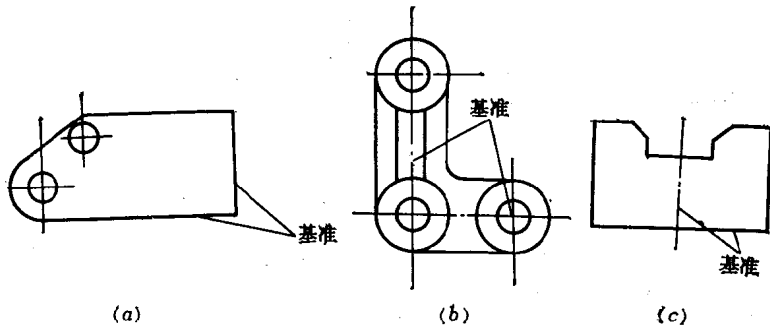

图 1-18 划线基准
(1) 以两个互成直角的外平面（或线）为基准，如图1-18(a)所示，划线前，先把这两个外表面加工平，使其互成 90° 角，然后其它尺寸都以这两个面做为基准，划出加工线。
(2) 以两条中心线为基准，如图1-18(b)所示，划线前，首先根据定位尺寸找出工件上相对应的两个位置，划出两条中心线，然后再根据中心线用定形尺寸划出其它的加工线。
(3) 以一个外平面和一条中心线为基准，如图1-18(c)所示，划线前，先将底平面加工平，然后划出中心线，再划其它加工线。